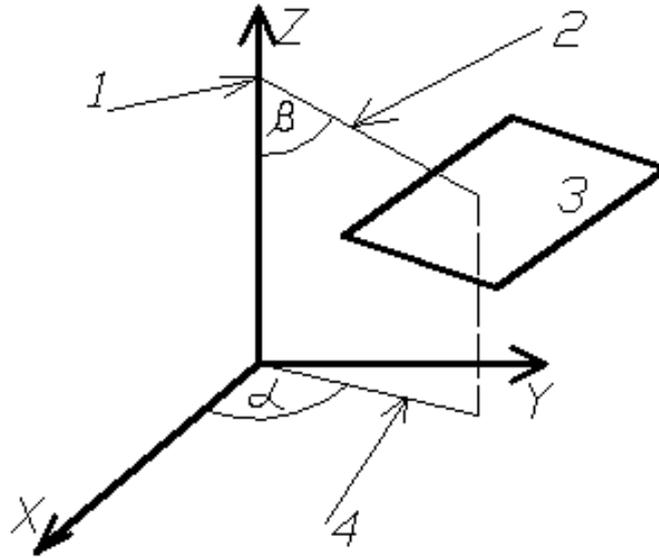

Рис. 1
На рис. 1 показано определение точки зрения.
- вводом с клавиатуры численных значений двух пространственных углов – параметров опции **Поверни** («угол с осью X – ( $\alpha$ ) и «угол с плоскостью XY – ( $\beta$ ), (рис. 1);